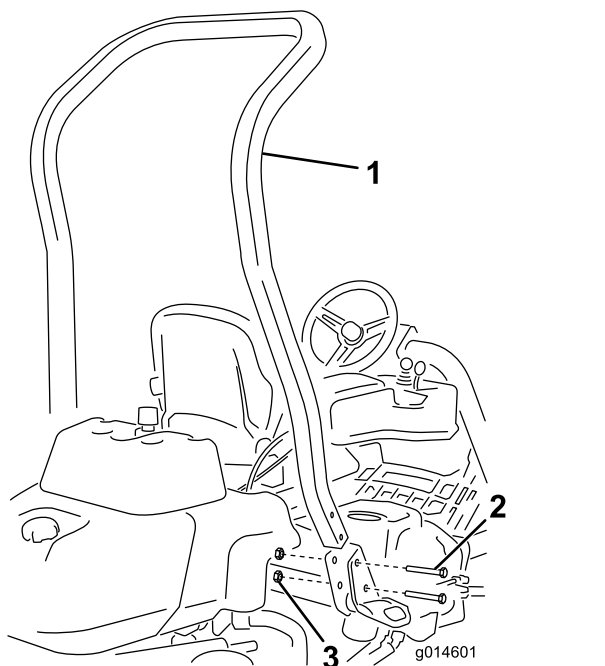

Figura 3
3. Instale a barra nas bolsas de cada lado da máquina, utilizando 4 parafusos (½ pol. x ¾ pol.) e quatro porcas flangeadas (½ pol.), como se mostra na Figura 3.